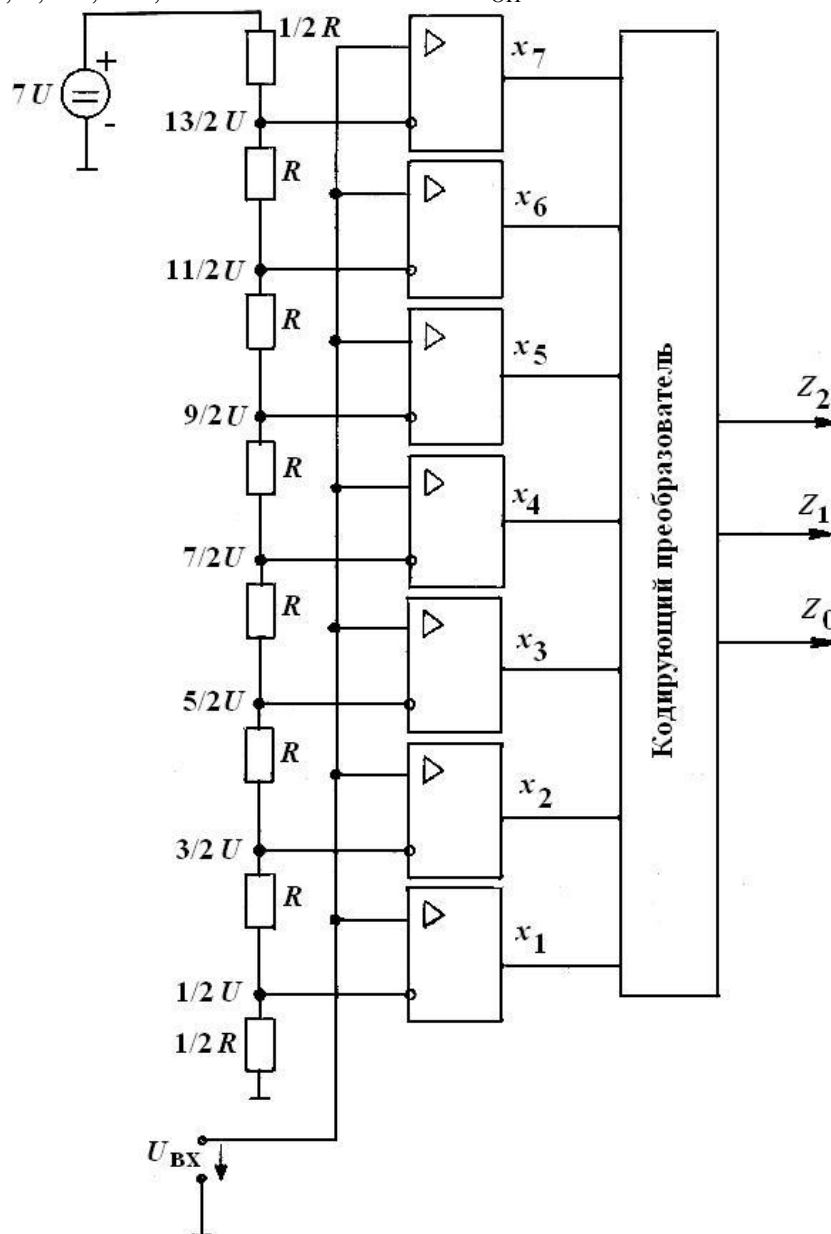

Рис. 20
20. Какой цифровой код будет на выходе АЦП (рис. 20), если входное напряжение равно 1,2 В; 4,5 В; 8 В; 12 В? Источник $7U = U_{\text{оп}} = 14 \text{ В}$.